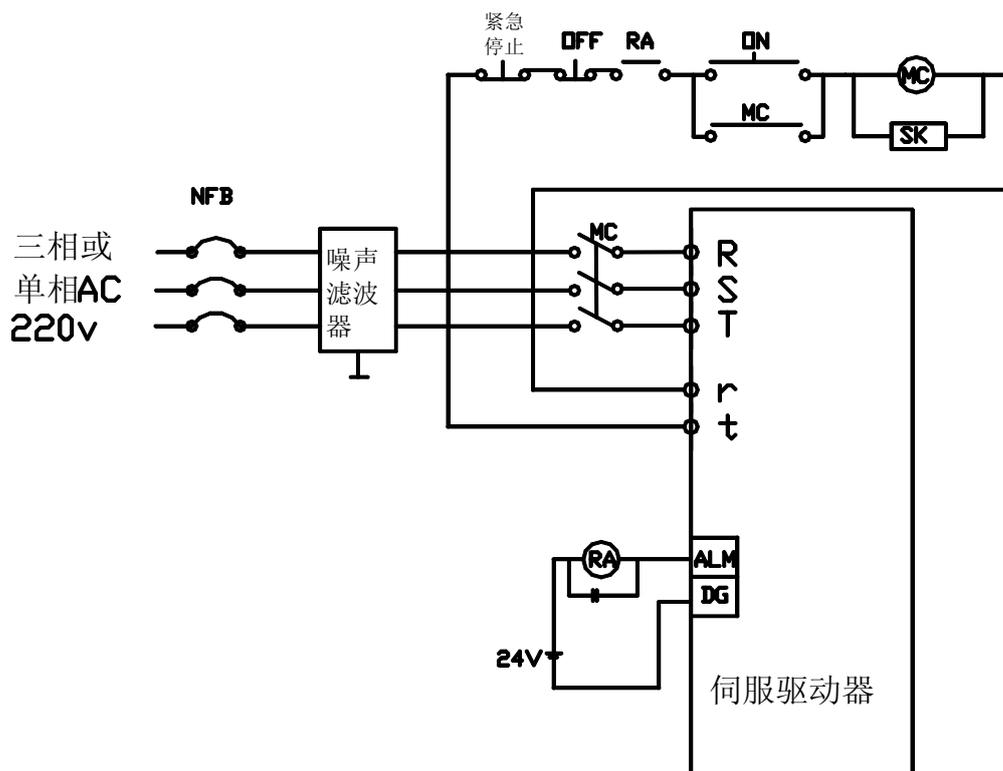

图 7.1 电源接线图
- 必须接入一个紧急停止电路，确保发生故障时，电源能立即停止（参见图 7.1）
电源连接请参照图 7.1，并按以下顺序接通电源：